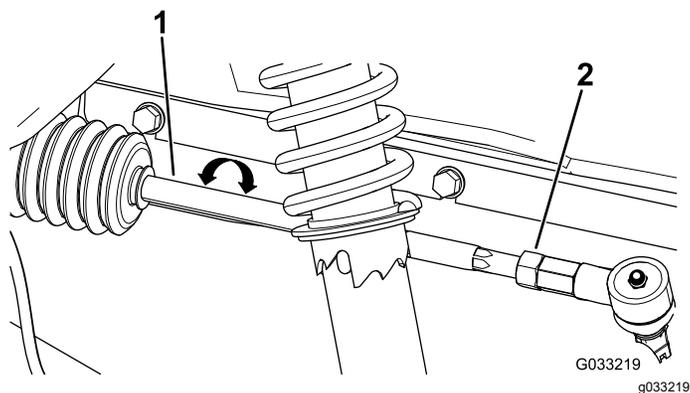

Рисунок 41
3. Если измеренное значение выходит за пределы 0–6 мм, ослабьте контргайки с обоих концов тяг (Рисунок 41).